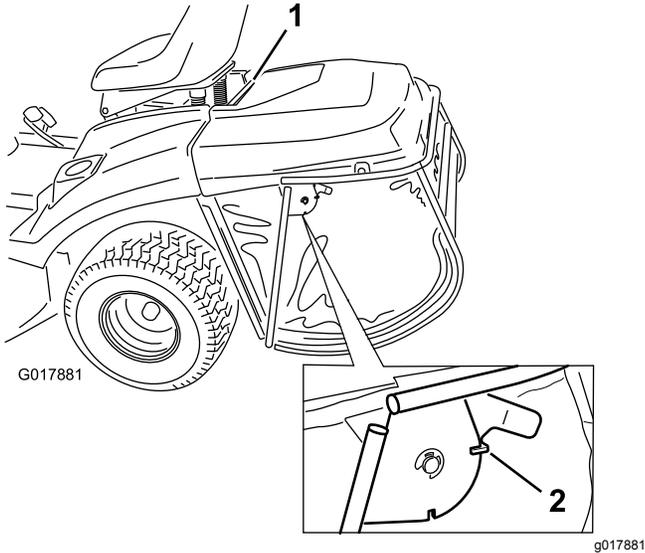

Bild 39
1. Arretieren Sie den Sperrriegel am Heckfangsystem (Bild 39).